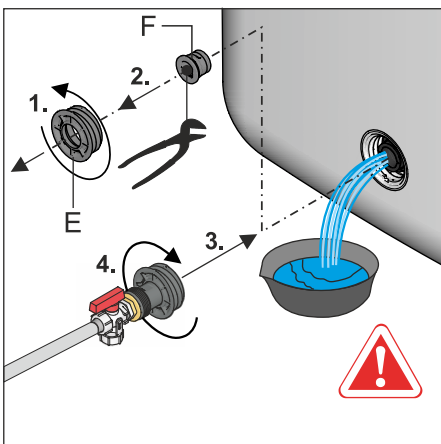

Fig. 69-4 Enroscar a ligação de enchimento KFE na ligação de enchimento e de esvaziamento
- Desenroscar o elemento roscado (Fig. 69-4, pos. E) na ligação de enchimento e de esvaziamento, bem como remover o tampão (Fig. 69-4, pos. F) e voltar a enroscar imediatamente a rosca pré-montada com a **ligação de enchimento KFE** na ligação de enchimento e de esvaziamento (Fig. 69-4).